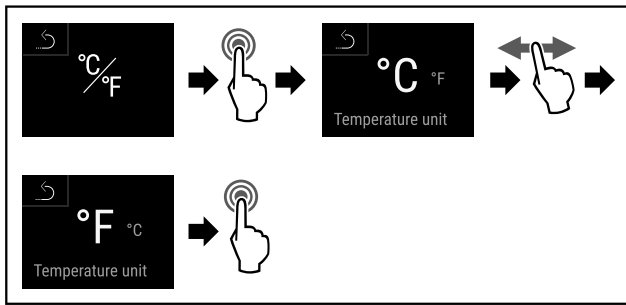

Fig. 108
- ▶ Eseguire i passi (vedere Fig. 108).